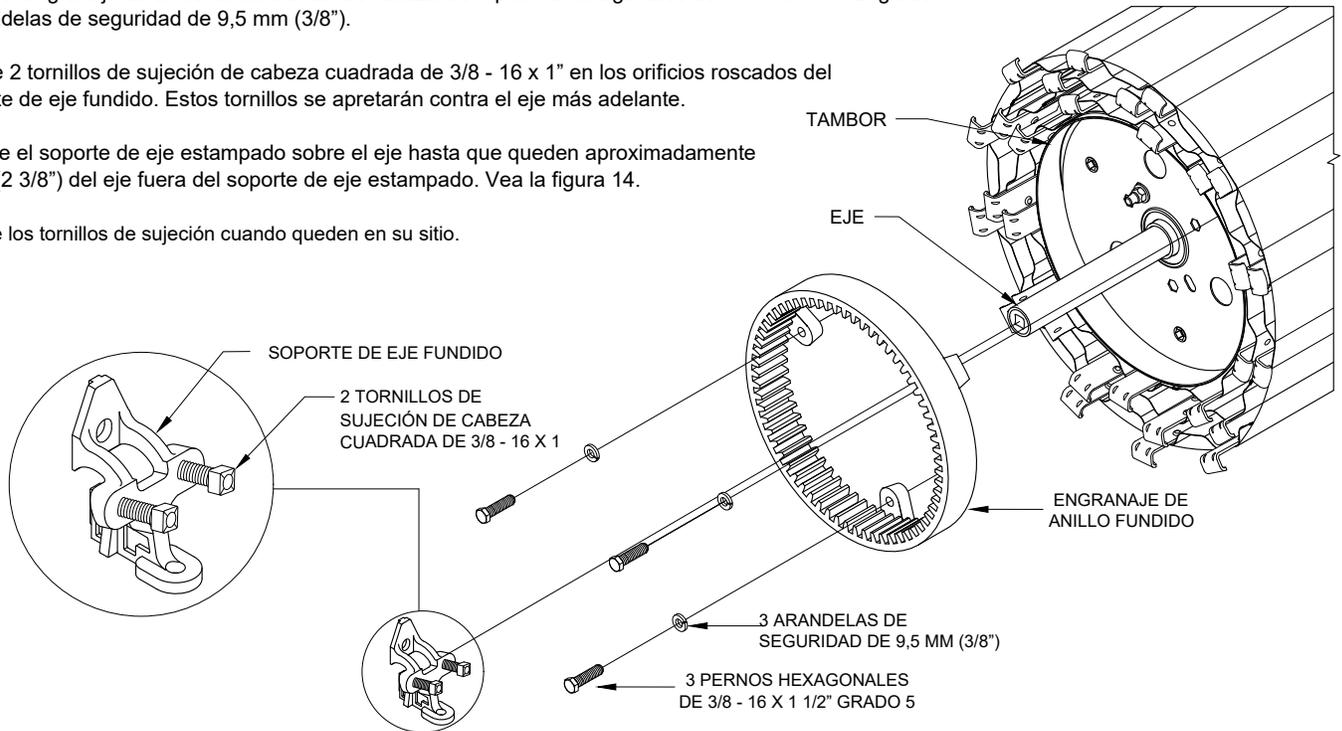

FIGURA 14: SOPORTE DE EJE FUNDIDO Y ENGRANAJE DE ANILLO FUNDIDO A CONJUNTO DE TAMBOR
- ⇨ Deslice el soporte de eje estampado sobre el eje hasta que queden aproximadamente 6 cm (2 3/8") del eje fuera del soporte de eje estampado. Vea la figura 14.